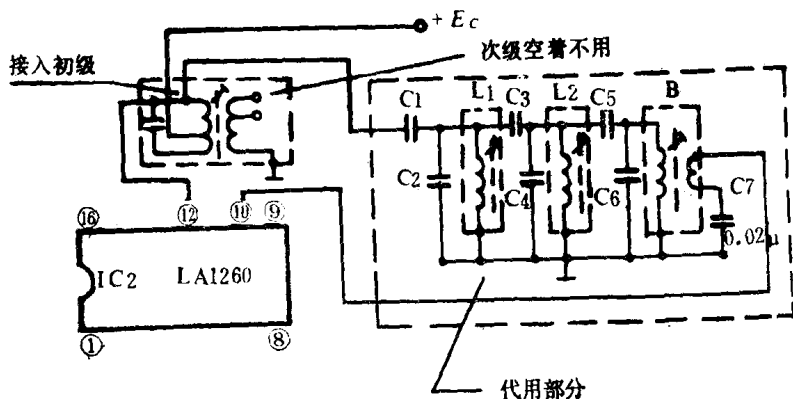

图2 用 LC 代替后的电路
根据分析,这块陶瓷滤波器主要是为调幅中频465kHz信号选频用的。根据三端陶瓷滤波器的性能,经过反复实验,用LC电路代替取得了成功,见图2。经过试听,效果并不逊色。现将具体方法介绍如下:
1. 元件的选择与制作。图2中L1、L2用TTF-2型废中周骨